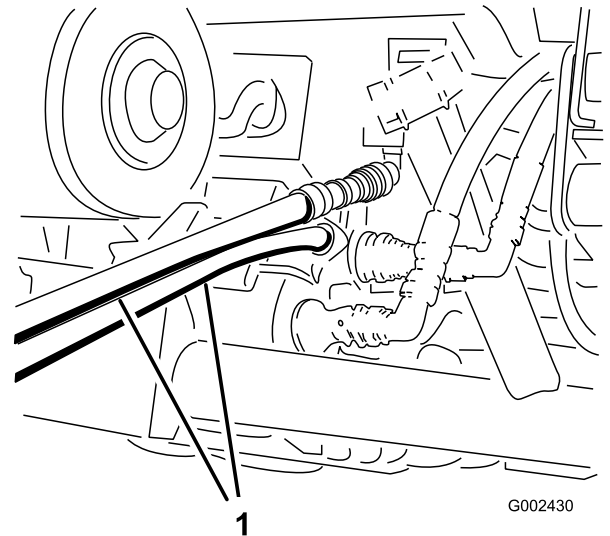

Figura 70
5. En la otra máquina, conecte las dos mangueras al acoplamiento que permanece todavía en el soporte de acoplamiento (conecte la manguera superior al acoplamiento superior y la manguera inferior al acoplamiento inferior) (Figura 70).